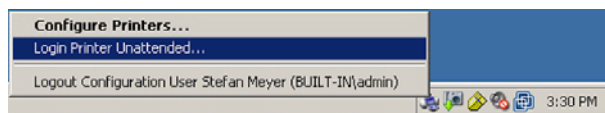

Figura 35 Definición del inicio de sesión del servicio de impresión
- 1 Haga clic con el botón secundario del ratón en el icono de Servicio de impresión de ECM de la barra de herramientas y seleccione **Login Printer Unattended** (consulte Figura 35 en la página 145).